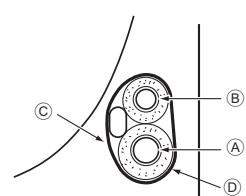

Fig. 4-5
4.5.1. Збереження в ділянці трубопроводу блока (Fig. 4-5)